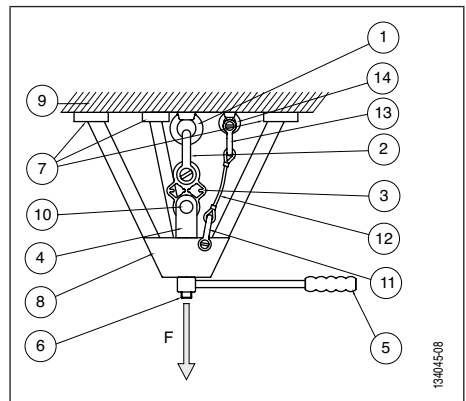
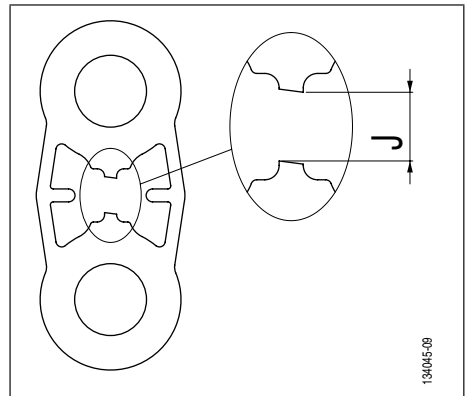

Abb. 6
Abb. 7
- 1 manuell betätigtes Belastungsgerät vom Typ Dreibaum (siehe Abb. 6, Seite 19, Kapitel 4.2. Schema),
- 1 Sicherheitsvorrichtung für das Halten der Belastungs- vorrichtung bei einem Bruch des zu testenden Anschlagpunkts mit folgenden Bestandteilen (siehe Abb. 6, Seite 19):
- 1 Sicherheitsstropf geeigneter Länge (siehe Abb. 6, Seite 19, Kapitel 4.2. Schema und 4.3. Prüfungen vor der Installation),
⚠ GEFAHR: Um einen Anschlagpunkt mit einer Testplatte TA zu testen muss der Bediener unbedingt eine manuell betätigte Belastungsvorrichtung vom Typ Dreibaum benutzen, die speziell konzipiert und ausgelegt wurde, um für die risikofreie Zugbelastung des zu testenden Anschlagpunkts (Abb. 6, Seite 19) verwendet werden zu können, oder eine andere Vorrichtung für die Zugbelastung der Testplatte TA, die speziell konzipiert und ausgelegt wurde, um in aller Sicherheit eingesetzt werden zu können.
Alle unten beschriebenen Prüfungen vor der Installation beziehen sich auf Abb. 6.
Das gesamte unten beschriebene Verfahren bezieht sich auf Abb. 6.
GEFAHR: Das maximale Spiel 'J' (Abb. 7, Spiel J) darf 15 mm nicht überschreiten.
1. Die Last allmählich erhöhen, indem die Belastungsvorrichtung (Abb. 6, Seite 19, Position 8) betätigt wird. Der Bediener muss die Platte unbedingt ständig beobachten, um die Belastung unmittelbar nach dem Bruch der Sollbruchstelle 'S' der Platte (Abb. 7) stoppen zu können.
2. Beim Bruch der Sollbruchstelle 'S' der Testplatte TA (Abb. 7) muss der Bediener sofort die Betätigung der Belastungsvorrichtung stoppen, da sonst die Gefahr besteht, dass die Platte vollständig bricht.
Das gesamte unten beschriebene Verfahren bezieht sich auf Abb. 6, Seite 19.
8. Fortsetzen der Zugbelastung der Testplatte TA nach dem Bruch der Sollbruchstelle 'S' (siehe Kapitel 5.2. *Zugtest-Durchführungsverfahren*, Abb. 7, Seite 20).